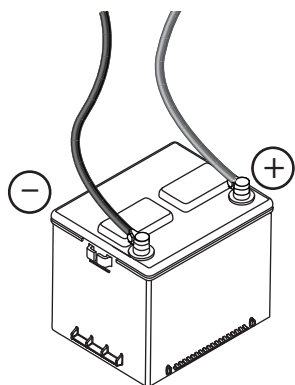

Figura 4-10. Cabos da bateria
5. Consulte Figura 4-10. Inspeção os postes e cabos da bateria quanto a estanqueidade e corrosão. Aperte e limpe conforme necessário.